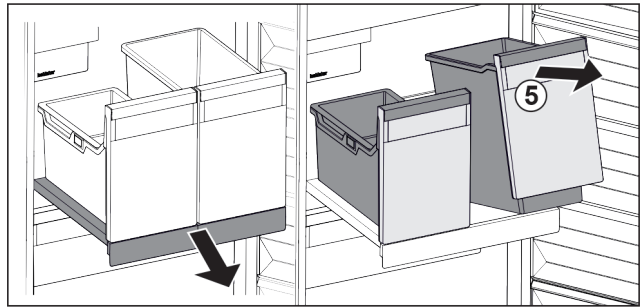

Fig. 84
- ▶ Приподнимите контейнеры Fig. 84 (5) спереди.